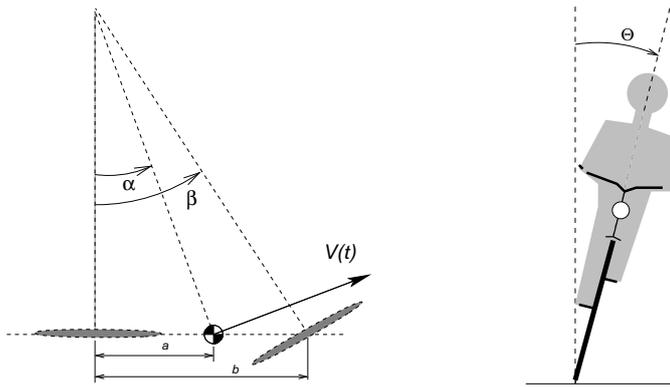

Figura 3: Ángulos y parámetros de la bicicleta
2. Retomando el ejemplo del control de una bicicleta, visto en la clase 12, Figura 3 vimos que la función transferencia linealizada del ángulo de inclinación respecto del ángulo del manubrio es